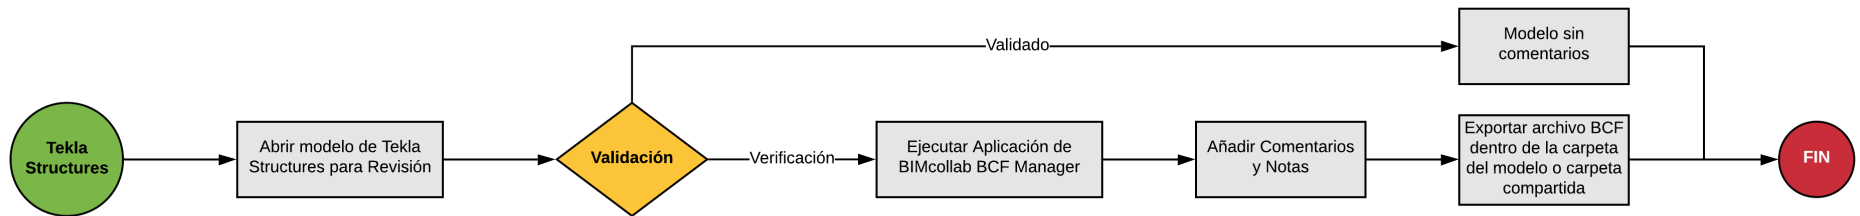
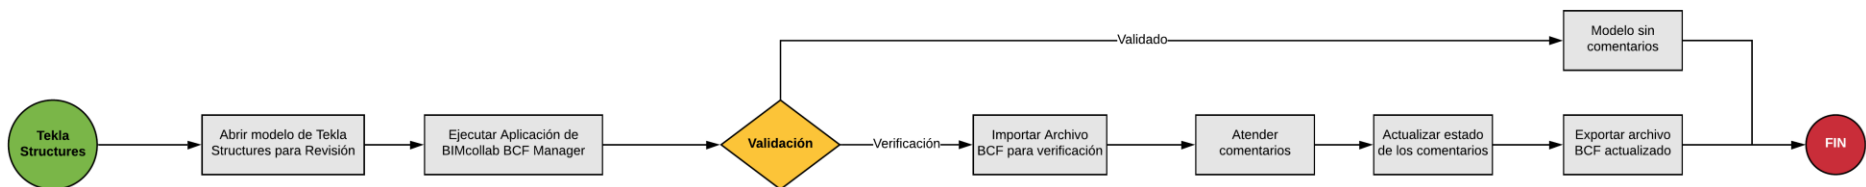

Figura 5 - Flujograma de verificación de modelo y exportación de archivo BCF para revisión
Figura 6 - Flujograma de verificación de modelo y importación de archivo BCF para revisión, y exportación para actualización
- Ver flujogramas de intercambio vía BCF importando y exportando archivos BCF desde Tekla Structures (Figura 5 y Figura 6)